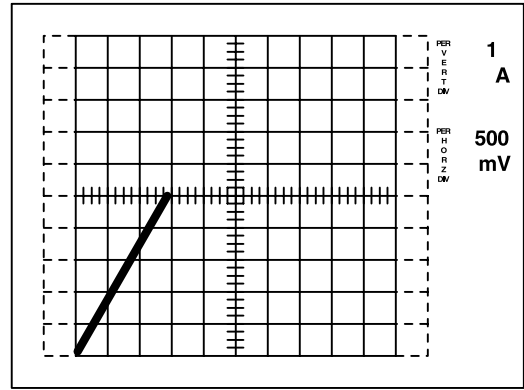

Рис.9. Сопротивление сток-исток
7. Подключите прибор с помощью переключателя LEFT/RIGHT и увеличивайте напряжение ручкой VARIABLE COLLECTOR SUPPLY, пока не будет достигнута желаемая величина тока стока. $R_{DS(on)}$ получают из картинки, считывая пиковые значения тока и напряжения (См. Рис.9). $R_{DS(on)} = V_d A$.